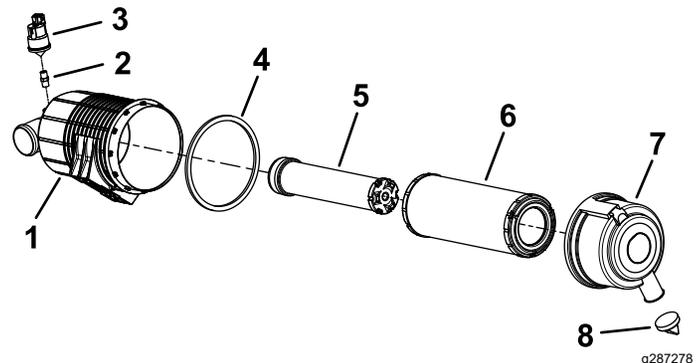

Figura 38
3. Revise el filtro del limpiador de aire y el elemento de seguridad si el indicador del limpiador de aire se ve rojo (Figura 38).